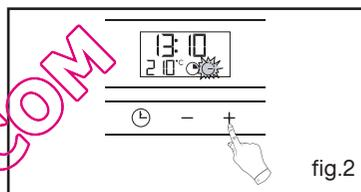

fig.2
Exemple : fin de cuisson à 13h10 (fig.2).
- Ajustez le temps choisi en appuyant sur les touches + ou - (fig.2).
- Appuyez simultanément sur les touches + et - pendant une dizaine de secondes jusqu'à l'affichage de "CO" afin de rentrer dans le mode de réglage (fig.2).